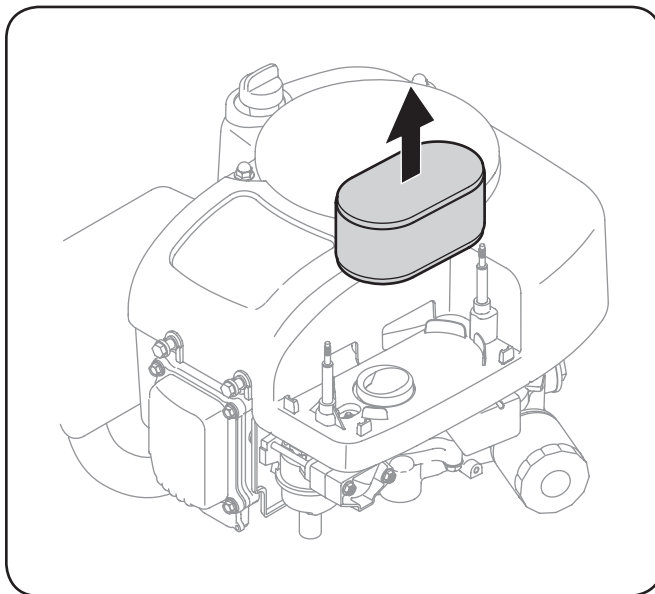

Figura 6-5
2. Retire del filtro de aire. Véa la Figura 6-5.